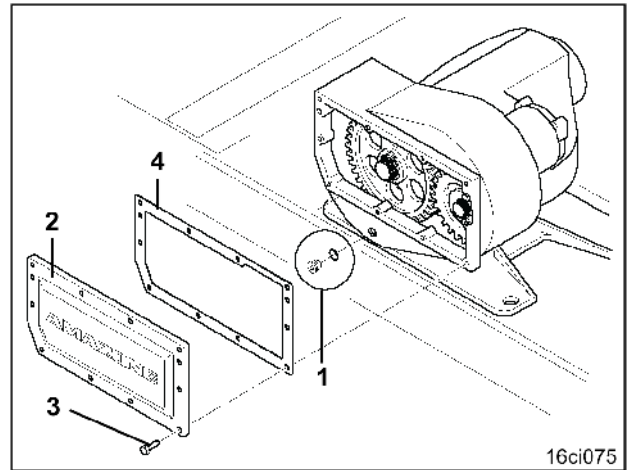
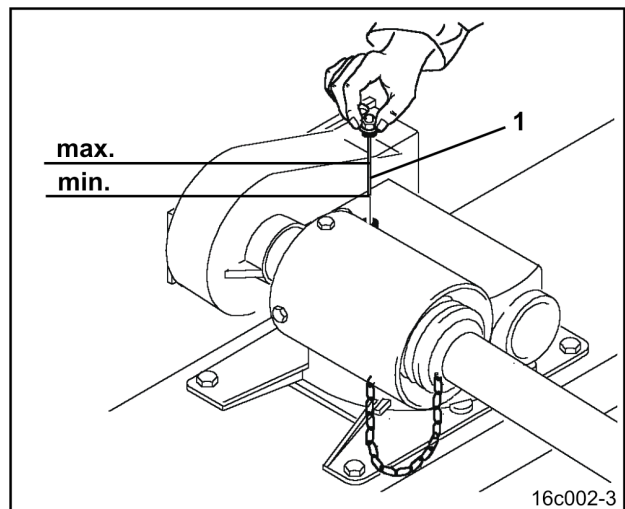

Fig. 77
Fig. 79
Zum Austausch der Wechselzahnräder im Wechselradhauptgetriebe (Fig. 77) Bodenbearbeitungsmaschine, z.B. mit der Schlepperhydraulik soweit anheben bis die Bodenbearbeitungsmaschine ca. 30° nach vorne geneigt ist. Das Getriebeöl im Wechselradhauptgetriebe kann dann auch bei geöffnetem Getriebedeckel nicht austreten.
Es besteht auch die Möglichkeit, den Ölspiegel durch Ablassen des Getriebeöles an der Ölablassschraube (Fig. 77/1) zu senken. Wenn dabei keine Schmutzpartikel in das Öl gelangen, kann das aufgefangene Getriebeöl nach dem Zahnradwechsel dem Getriebe durch den Öffnungskanal des Ölpeilstabes (Fig. 79/1) wieder zugeführt werden.
**Vor dem Entfernen des Getriebedeckels (Fig. 77/2) Schlepperzapfwelle ausschalten, Schleppermotor abschalten und Zündschlüssel abziehen!**
Getriebedeckel (Fig. 77/2) nach dem Entfernen der Skt.-Schrauben (Fig. 77/3) vom Getriebegehäuse abnehmen.
Getriebedeckel (Fig. 77/2) mit Deckeldichtung (Fig. 77/4) am Getriebegehäuse anschrauben.
Ölstand am Ölpeilstab (Fig. 79/1) bei waagrecht stehender Bodenbearbeitungsmaschine kontrollieren. Der Ölfilm muss am Ölpeilstab (Fig. 79/1) unterhalb der „max.“ Markierung sichtbar sein. Bei Bedarf Getriebeöl nachfüllen.
Ölstand am Ölpeilstab (Fig. 79/1) bei waagrecht stehender Bodenbearbeitungsmaschine kontrollieren und ggf. Getriebeöl nachfüllen. Der Ölfilm muss am Ölpeilstab (Fig. 79/1) unterhalb der „max.“-Markierung sichtbar sein.